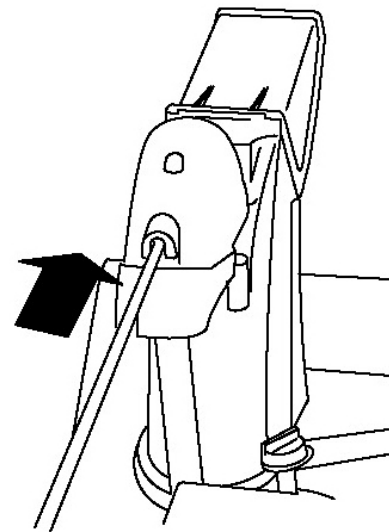

Рисунок 10.
4. Вставьте передний конец штока в отверстие в задней части крышки передачи желоба, пока он не войдет в передачу желоба (Рис. 10).